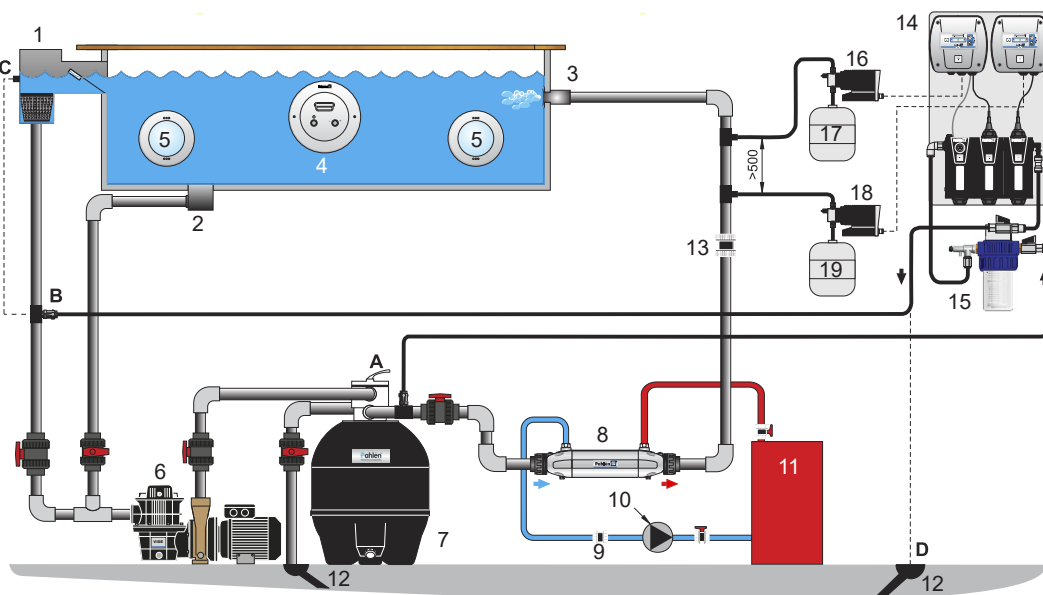

Bild 2.
Der Mindestabstand beträgt 500 mm und die CHLORDOSIERUNG MUSS IMMER ALS LETZTES angeordnet sein, siehe Bild 2.
7. Einlass A: Montieren Sie eine Anbohrmanschette hinter dem Sandfilter an der Druckseite der Poolumwälzpumpe (siehe A in Bild 2).
8. Auslass B: Montieren Sie eine Anbohrmanschette hinter dem Skimmer an der Ansaugseite der Poolumwälzpumpe (siehe B in Bild 2).
Führen Sie den Schlauch direkt in den Skimmer (C, Bild 2), in einen Ausgleichtank oder einen Abfluss.